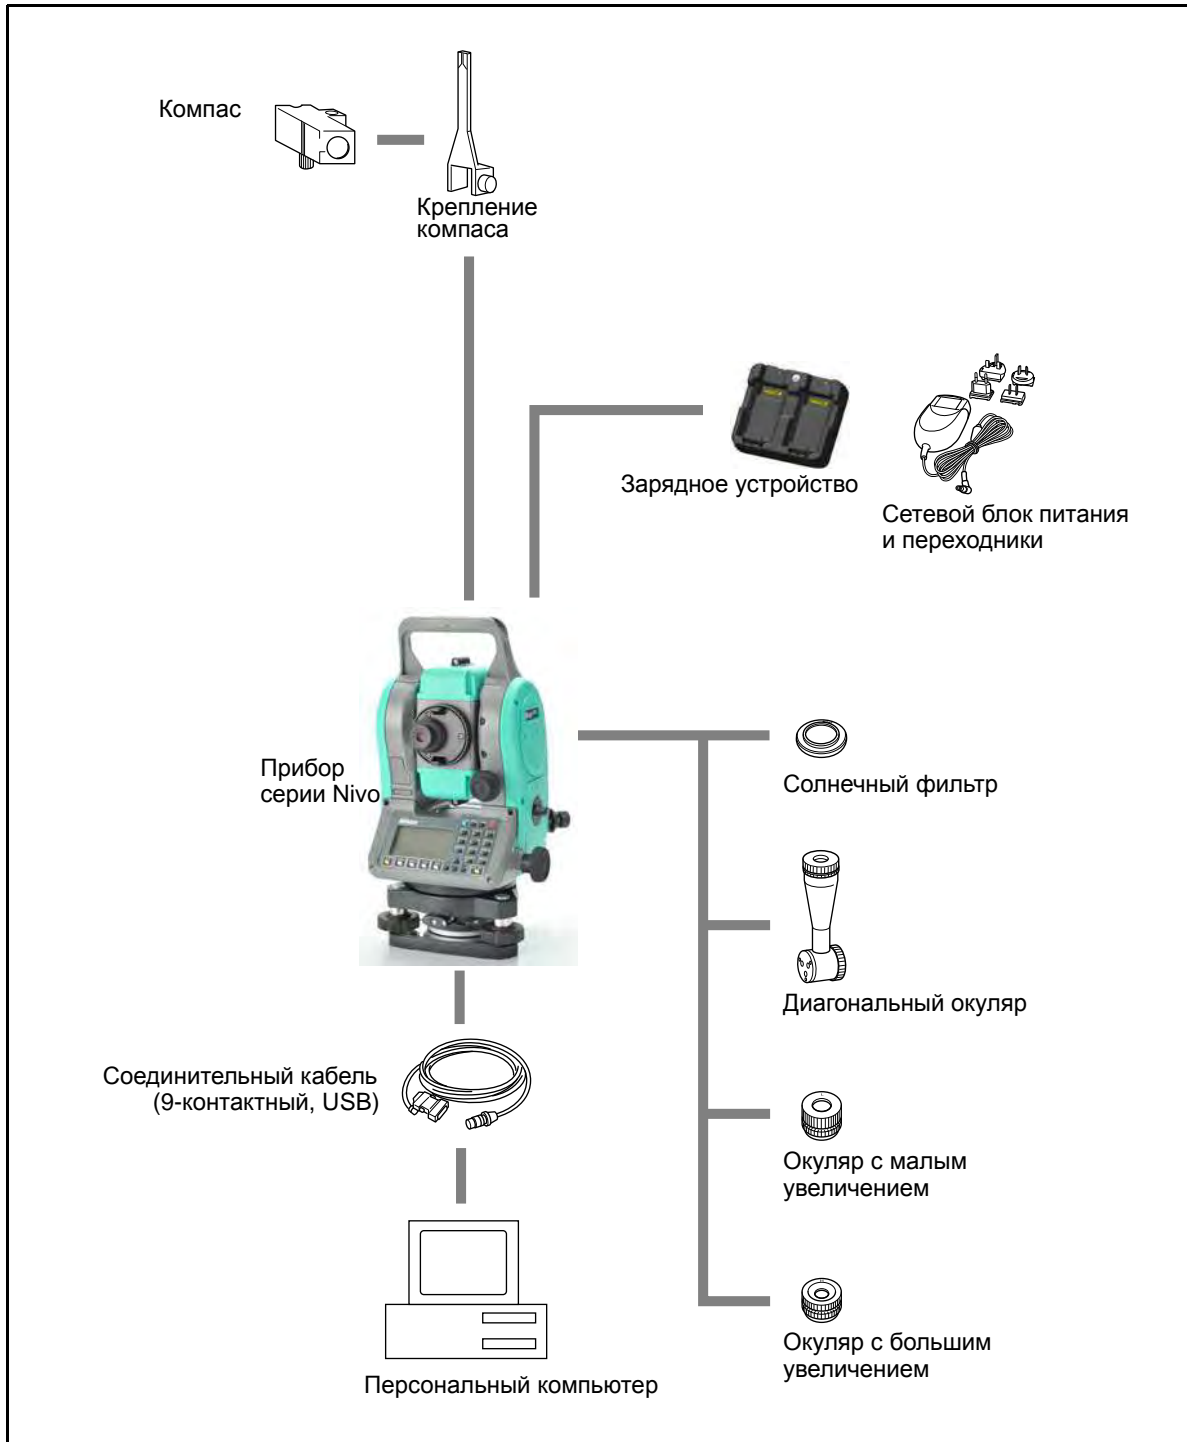

Рисунок 8.1 Компоненты измерительной системы
**ПРЕДОСТЕРЕЖЕНИЕ** – Соединения, не показанные на Рис. 8.1 на стр. 158 являются опасными для соединяемых приборов, используйте их на свой собственный риск.